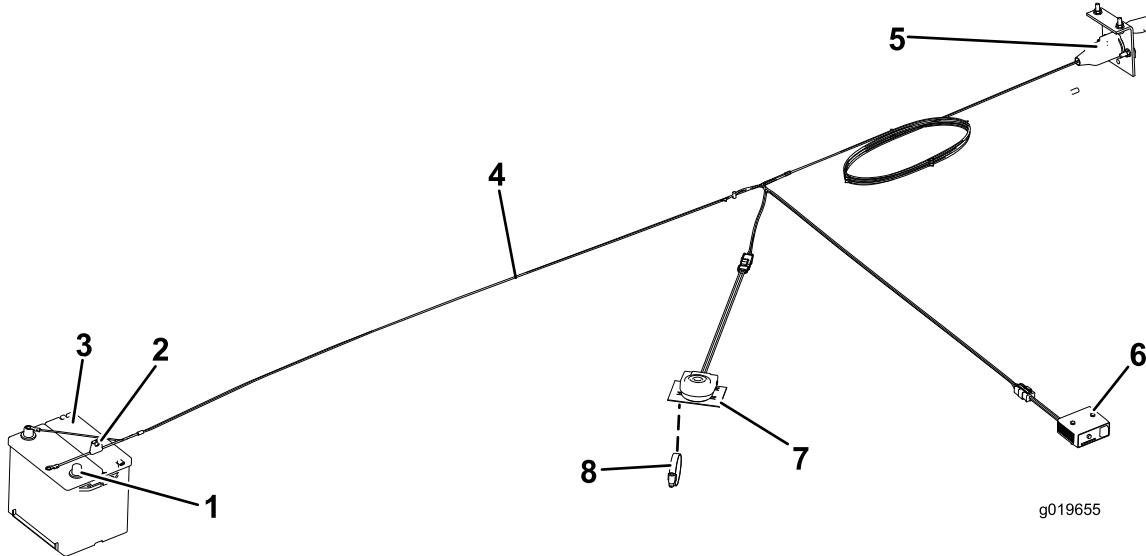

Figura 11
- Usando le viti e i dadi n. 10 (2), montate il controller del carico sulla plancia o sul parafango del trattore.
7. Collegate il cablaggio ai componenti (Figura 11) come descritto di seguito: